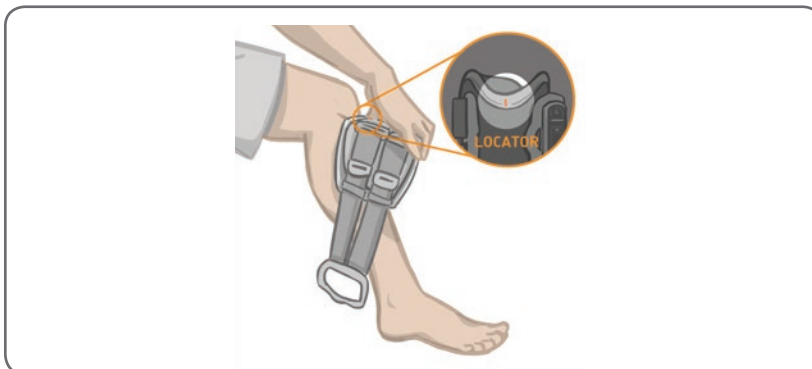
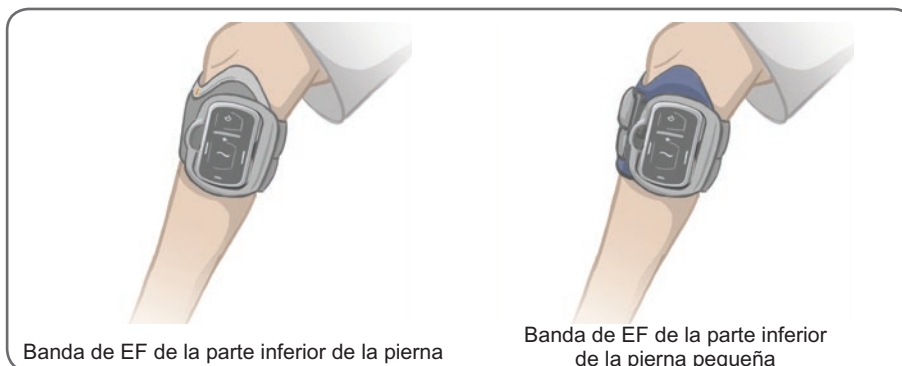

Ilustración 6-12: Colocación de la banda de EF de la parte inferior de la pierna
Ilustración 6-14: Banda de EF de la parte inferior de la pierna abrochada en la pierna
2. Asegúrese de que los electrodos están sujetos de forma segura. A continuación, agarre la parte delantera de la banda de EF de la parte inferior de la pierna por el estuche e incline la parte inferior de la banda de EF hacia arriba. Suba el localizador por la pierna hasta que quede cómodamente ajustado debajo de la rótula. Consulte la ilustración 6-12.
5. Asegúrese de que la banda de EF de la parte inferior de la pierna está colocada en la posición correcta. Consulte la ilustración 6-14. Recolecte la banda de EF de la parte inferior de la pierna según precise. Ajuste los cierres de gancho y lazo (consulte la ilustración 6-12) para lograr un ajuste bien ceñido.